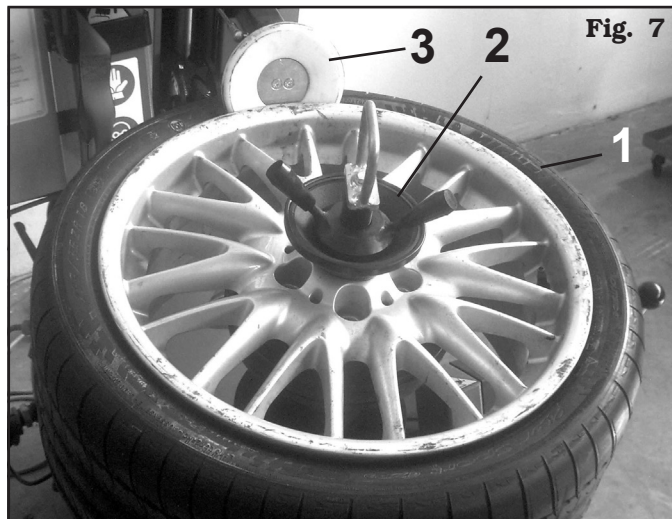

Fig. 7
1 - Ubicar la rueda (Fig. 7 ref. 1) en la máquina y bloquear la llanta con el dispositivo de bloqueo (Fig. 7 ref. 2).
Realizar el destalonado del talón superior del neumático usando el rodillo (Fig. 7 ref. 3).